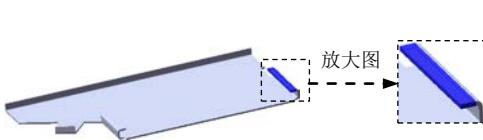
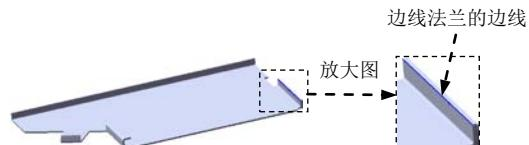

图 6.24 边线一法兰 5
图 6.25 边线法兰的边线
(3) 定义法兰参数。
① 定义法兰角度值。在 **角度(G)** 区域的  文本框中输入角度值 90.0。
② 定义长度类型和长度值。在“边线—法兰”对话框的 **法兰长度(L)** 区域的  下拉列表中选择 **给定深度** 选项，在  文本框中输入深度值 1.0。在此区域中单击“外部虚拟交点”按钮  。
③ 定义法兰位置。在 **法兰位置(N)** 区域中，单击“折弯在外”按钮  。
(4) 单击  按钮，完成边线—法兰 4 的创建。
Step11. 创建图 6.24 所示的钣金特征——边线—法兰 5。
(1) 选择命令。选择下拉菜单 **插入(I)** → **钣金(B)** → **边线法兰(E)...** 命令(或单击“钣金”工具栏中的“边线—法兰”按钮 )。
(2) 定义特征的边线。选取图 6.25 所示的模型边线为生成的边线法兰的边线。
③ 定义法兰位置。在 **法兰位置(N)** 区域中，单击“材料在外”按钮  。
(4) 单击  按钮，完成边线—法兰 5 的创建。